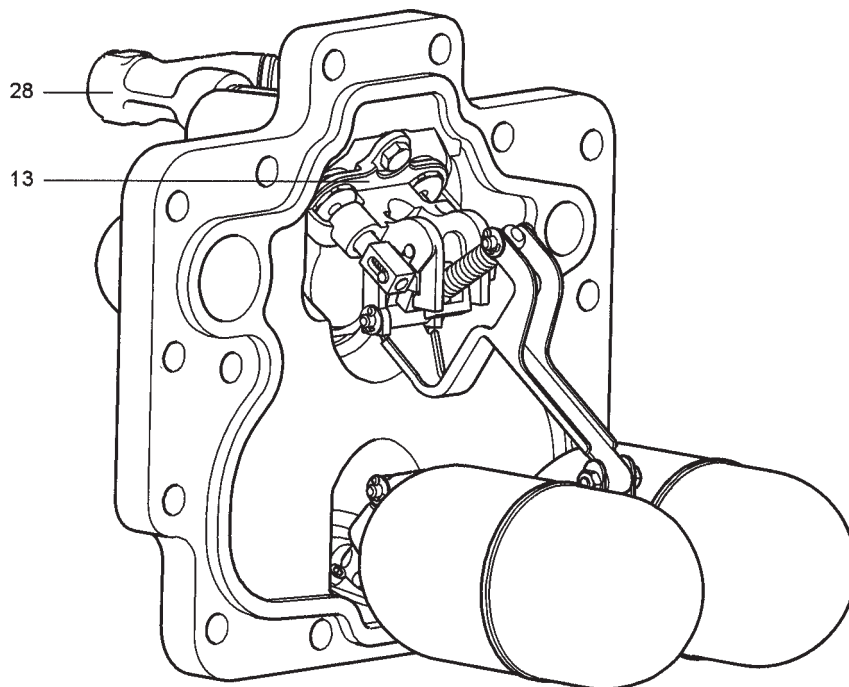

Fig. 25 APT14
- Nota** : Le mécanisme se règle automatiquement. Si après l'assemblage, le mécanisme ne fonctionne pas correctement, vérifier que toutes les pièces ont été assemblées et alignées comme sur la fig. 25.
26. Reconnecter la ligne d'alimentation vapeur motrice et la ligne d'échappement respectivement sur les orifices repérés (S) et (E). L'APT14, l'APT14HC ou l'APT14SHC est maintenant prêt pour une remise en service.
27. S'assurer que le filtre d'alimentation motrice Spirax Sarco (avec une mesh 100) est bien raccordé à l'alimentation motrice (Rep. 28, Figure 25).